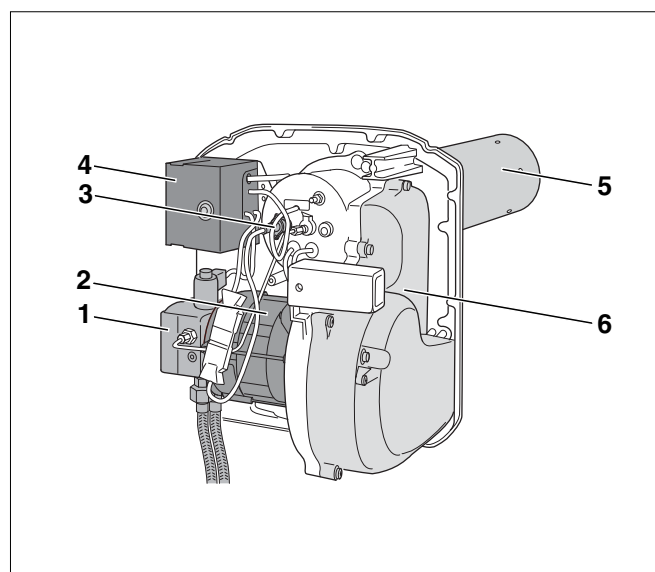

Fig. 1 Quemador
- Cañón del quemador (fig. 1, **pos. 5**)
- Bomba de gasóleo con electroválvula y tubos de conexión de gasóleo (fig. 1, **pos. 1**)
- Carcasa del quemador (fig. 1, **pos. 6**)
- Motor del quemador (fig. 1, **pos. 2**)
- Programador de combustión con tecla contra perturbaciones (fig. 1, **pos. 4**)
- Fotocelula (fig. 1, **pos. 3**)